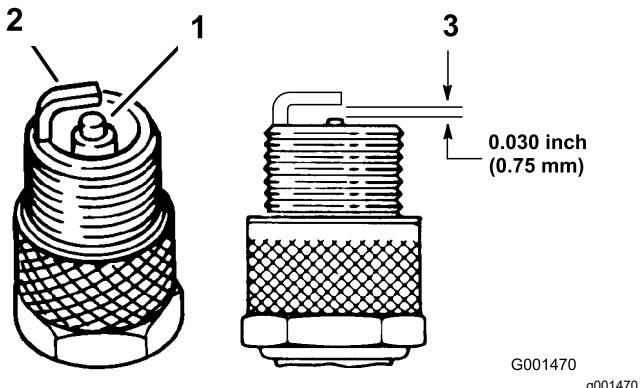

Figura 43
- Compruebe el estado del electrodo lateral, el electrodo central y el aislamiento del electrodo central para verificar que no están dañados (Figura 43).
- Ajuste la distancia entre los electrodos central y lateral a 0,76 mm, tal y como se muestra en la Figura 43.